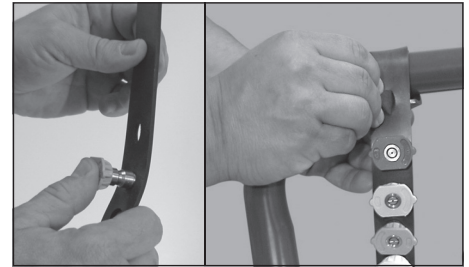

Figura 10 - Inserte las boquillas de pulverización en el soporte
2. Inserte las boquillas de pulverización en el porta-boquillas de caucho (ver la Figura 10).